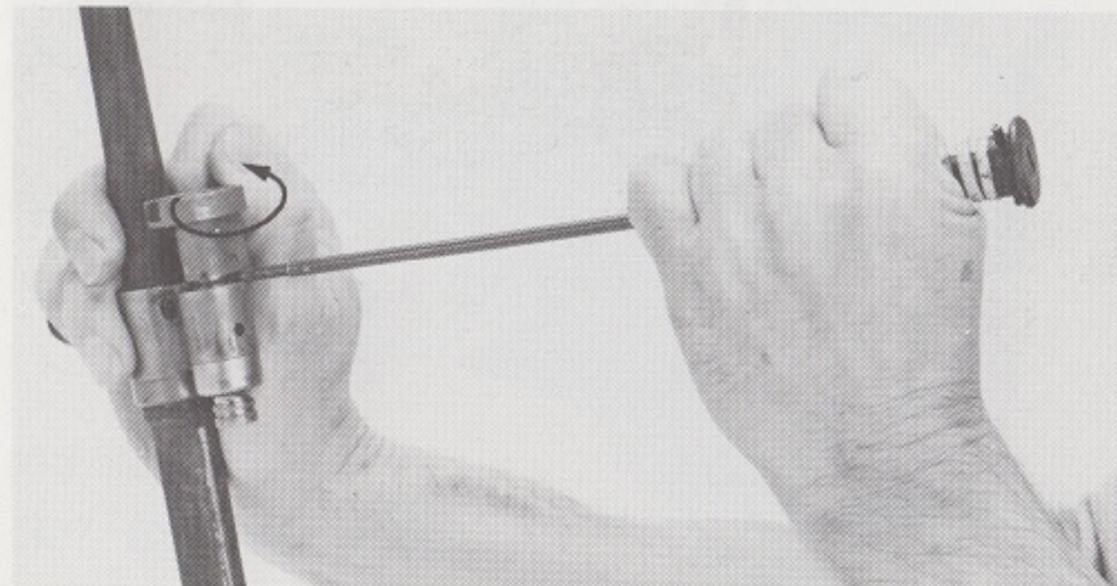

Fig. 26
- Placer la pointe du guide de ressort récupérateur dans l'encoche pratiquée dans la frette de prise de gaz à l'endroit de la position «gaz MINI» (Fig. 26).